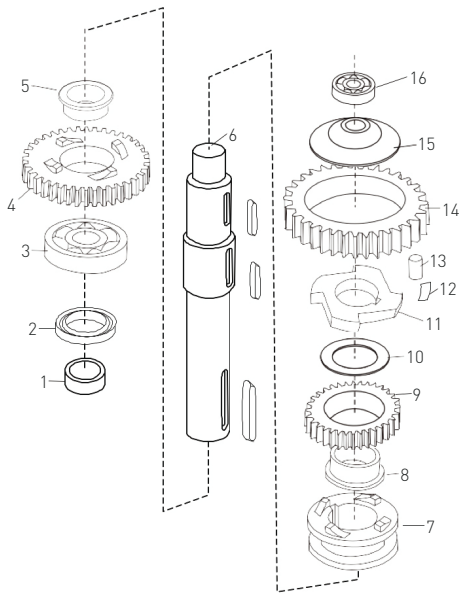

Abb. 2: Achsenbaugruppe
- Baugruppe der Achse (Abb. 2);